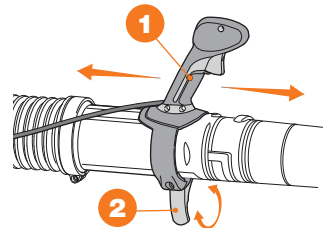

Рис. 4
- Ослабьте зажим с помощью рычага 2 (рис. 4).